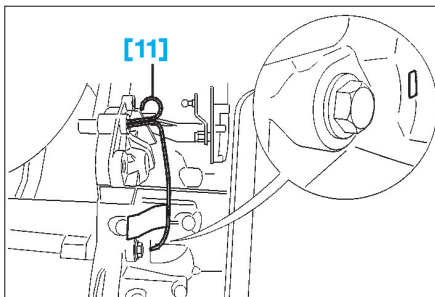

FIG. 10
- Mettre en place l'épingle de maintien de convertisseur [11] (Fig.10).